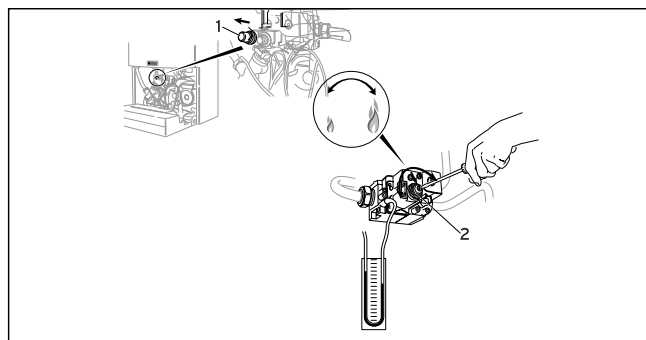

图9.4 点火流量的设置
9.5 调节燃气点火流量(参见图9.4)
- 用一字螺丝刀调节螺母内的螺丝（见图9.4）。